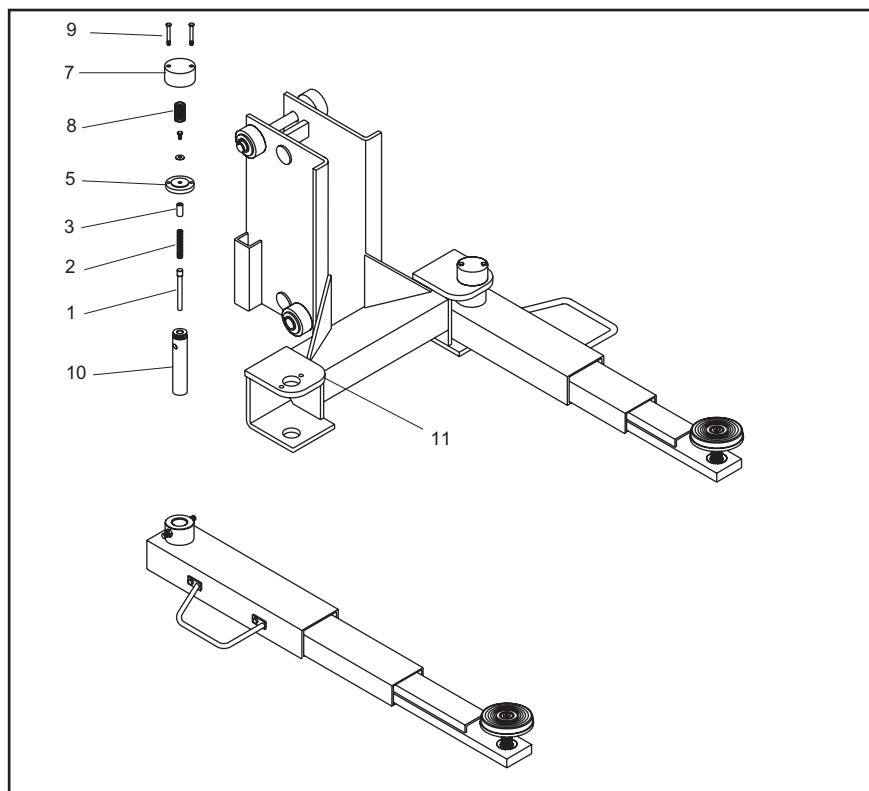

Fig.52 Montaggio del bloccaggio bracci
5 - (Fig.52) Inserire il perno spingimolla (1) nella spina dentata (10) e successivamente la molla (2), avendo cura di ingrassare le suddette parti prima di montarle.